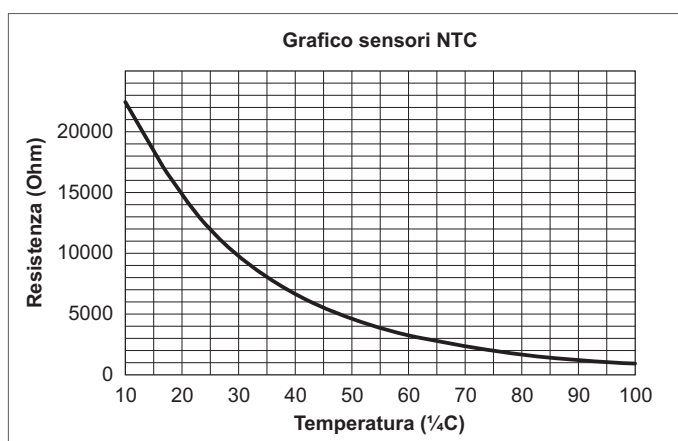

Fig. 51
- sensore di mandata/ritorno difettoso o non correttamente collegato	- controllare il funzionamento delle sonde; estrarle e misurare la resistenza a temperatura ambiente (20-25°C) con un multimetro; la sonda funziona correttamente se la resistenza è tra 12 e 15kΩ, vedi il grafico fig. 51
-deviazione della sonda di mandata/ritorno	- controllare il funzionamento delle sonde; estrarle e misurare con un multimetro la resistenza ohmica a (20-25°C);la sonda funziona correttamente se la resistenza è tra 12 e 15kΩ, vedi il grafico resistenza fig. 51
- deviazione della sonda di mandata/ritorno	- controllare il funzionamento delle sonde; estrarle e misurare con un multimetro la resistenza ohmica a (20-25°C);la sonda funziona correttamente se la resistenza è tra 12 e 15kΩ, vedi il grafico della resistenza fig. 51.